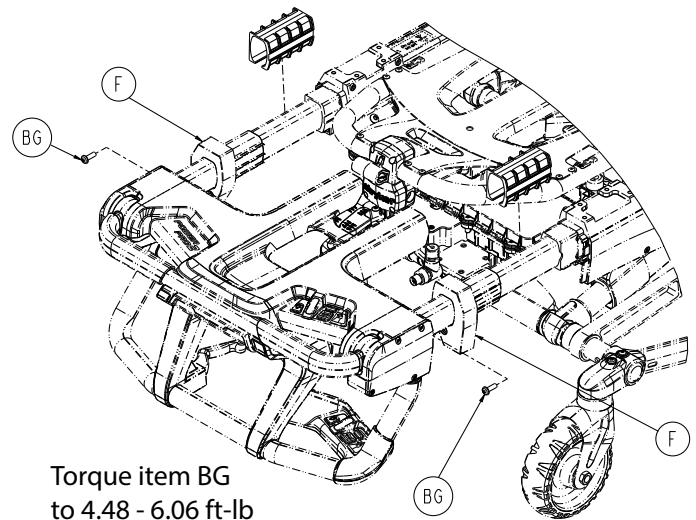

Figure 24 –
13. À l'aide d'une clé Torx T30, retirer la vis à métaux à tête cylindrique (BG) qui fixe le capuchon d'extrémité du rail externe (F) au rail externe (Figure 24). Répéter pour l'autre côté. Jeter les vis.